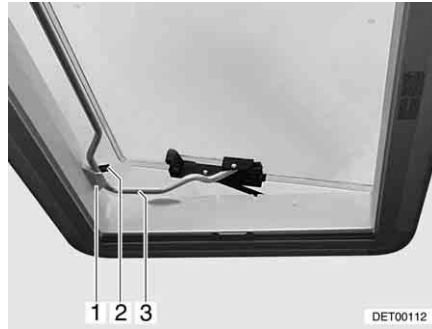

Fig. 66 Claraboya Heki en posición de ventilación 2
- Situar la horquilla (Fig. 66,3) en la sujeción (Fig. 66,1).
- Colocar la palanca (Fig. 66,2) sobre la horquilla.